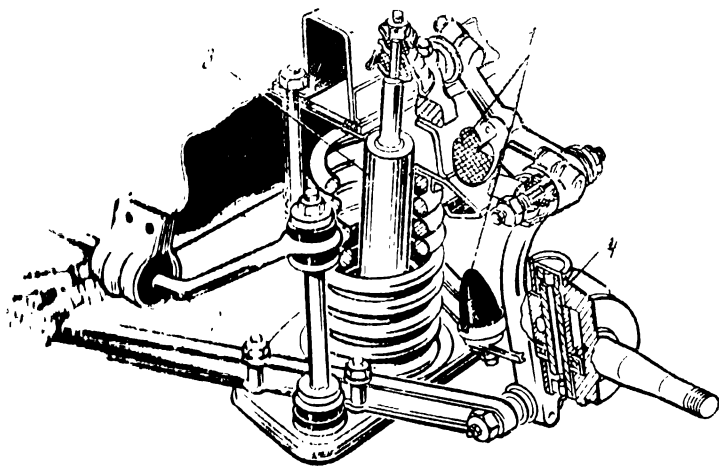

Рис. 40
V. Какая подвеска (зависимая или независимая) представлена на рис. 40?
VI. Какие детали на рис. 40 обозначены цифрами 1 и 2?
VII. Какими цифрами на рис. 40 обозначены гидравлический амортизатор телескопического типа двустороннего действия и шкворень поворотной цапфы?
1. 3 — гидравлический амортизатор, шкворень поворотной цапфы на рис. 40 не обозначен. 2. 3 — гидравлический амортизатор, 4 — шкворень поворотной цапфы.